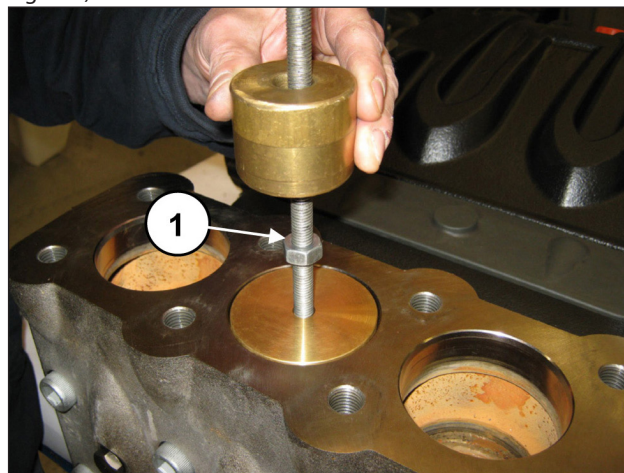

Fig. 102
Extraire le couvre-soupapes à l'aide d'un extracteur à inertie à appliquer au trou taraudé M10 du couvre-soupapes (rep. ①, Fig. 102).